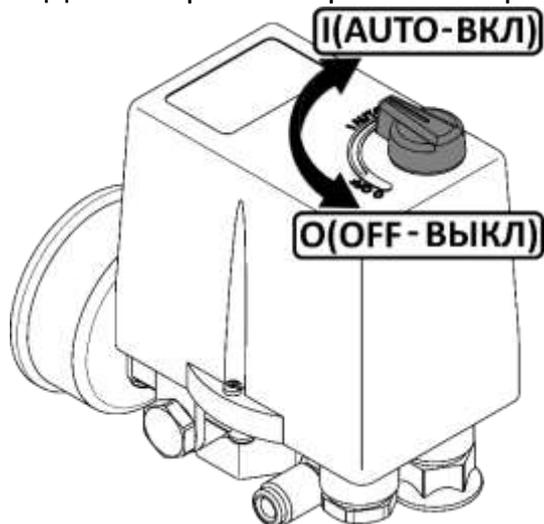

Рисунок 2
- Проверьте, чтобы выключатель на прессостате находился в выключенном положении "OFF" (см. рисунок 2).
- 1 Выключить компрессор выключателем на прессостате. Для этого необходимо переключить выключатель в положение "OFF" (см. рисунок 2). После этого остановится электродвигатель и произойдет сброс давления из нагнетательного воздухопровода и поршневого блока.
Для пуска компрессоров СБ4/Ф-500.LT100, СБ4/Ф-500.LT100/16-7.5 после срабатывания защиты выполните следующие действия: после того, как двигатель остынет до допустимой температуры, переключите выключатель на прессостате в положение "OFF" (см. рисунок 2), а затем включите компрессор, переключив выключатель в положение "АУТО".